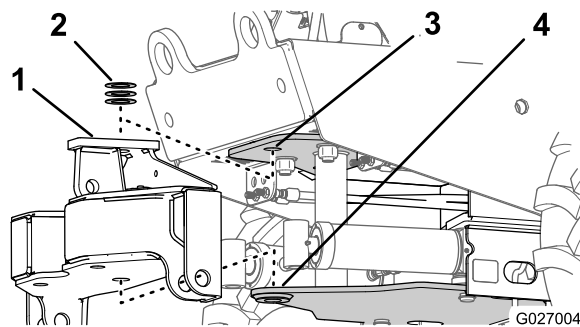

Figura 24
9. Alinee el bastidor de giro entre las chapas superior e inferior del bastidor de montaje, y alinee los taladros de giro del bastidor de giro y del bastidor de montaje (Figura 24).
10. Inserte el número de arandelas determinado en el paso 5 entre la chapa superior del bastidor de montaje y la parte superior del bastidor de giro (Figura 24).